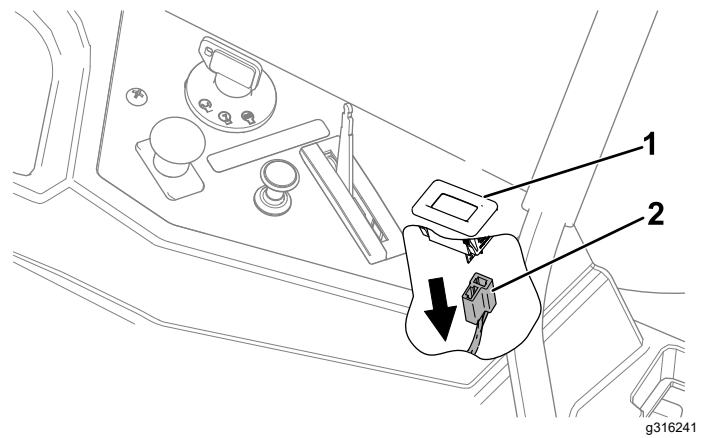

Figure 7
1. Débranchez du compteur horaire le connecteur du compteur horaire sur la machine (Figure 7).